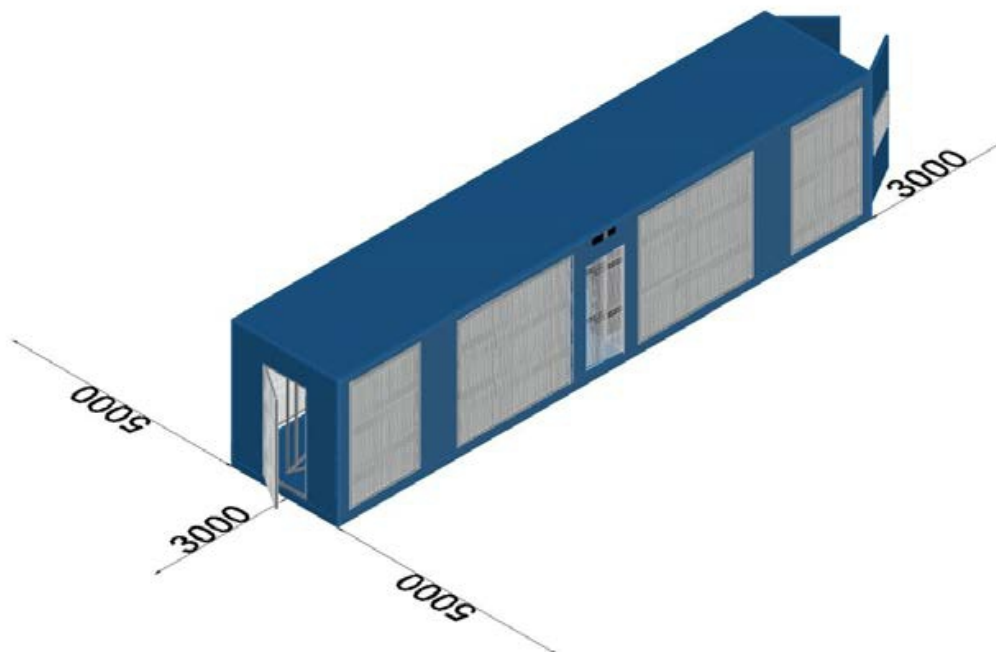

Рисунок 2.2 – Пример установки АПК «Bitferma» на площадку, с соблюдением дистанций до ближайшей конструкции.
2.1.2.2 При установке на площадку, рекомендуется выдерживать расстояния от края АПК «Bitferma» до ближайшей конструкции, рисунок 2.2.